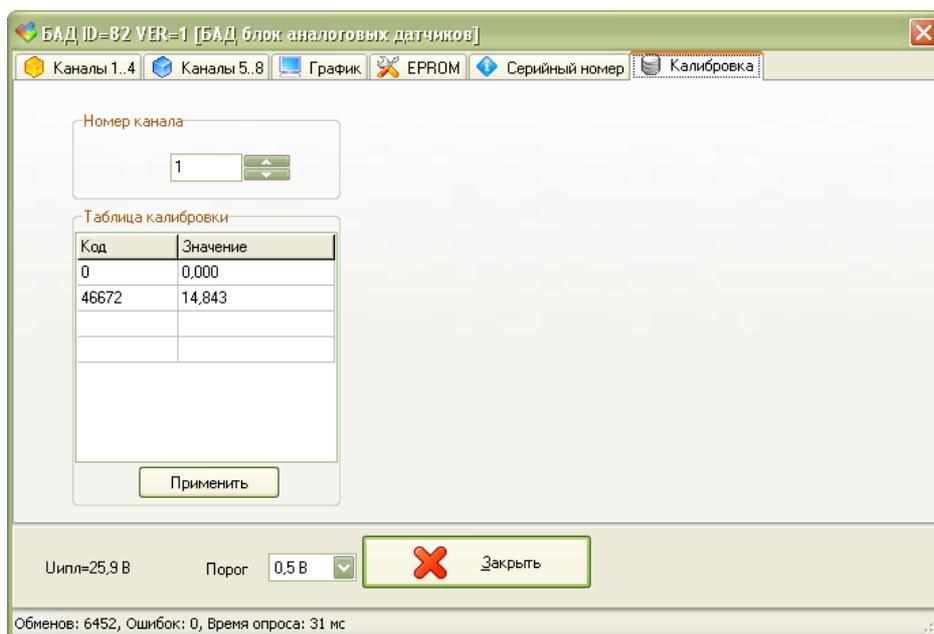

Рисунок 13 - Ввод коэффициентов пересчета
4) Открыть вкладку «Калибровка», выбрать номер калибруемого измерительного канала и ввести значение кода АЦП для каждого контрольного значения тока 0,000 мА, +20,000 мА (рисунок 13). Нажать кнопку «Применить» для записи коэффициентов в память БАД-8